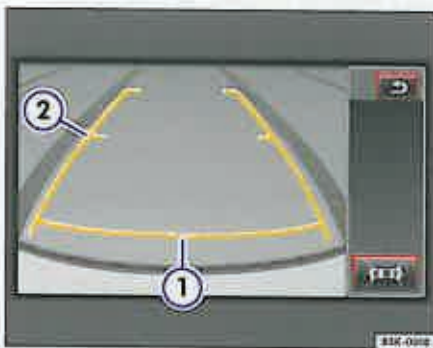

Fig. 16 Reprezentarea spațiului de parcare din spatele autovehiculului cu liniile de orientare statice (1) și (2).
- Deplasați-vă cu spatele și adaptați rotirea volanului cu ajutorul liniilor galbene ⇒ fig. 16 (2), în funcție de locul de parcare ⇒ ⚠.
- Orientați autovehiculul în funcție de liniile galbene (2).
Culoarea	Semnificația liniilor de orientare ⇒ pagina 24, fig. 16 ¹⁾